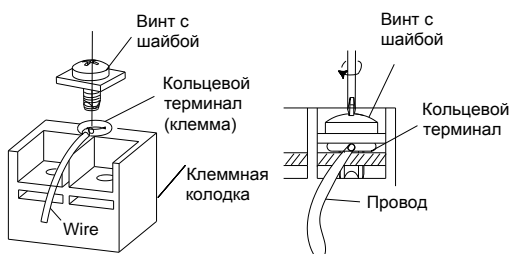

Рис. 4.38
- 4). Разместите терминал на клемме и затяните винт клеммы при помощи отвертки. (Рис. 4.38)